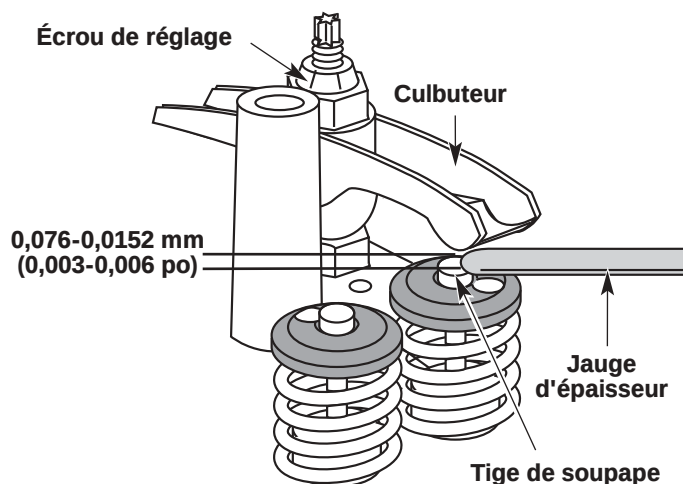

Fig. 55
- a. Tournez l'écrou de réglage à l'aide d'une clé de 8 mm (5/16 po) ou d'un tournevis à embout hexagonal (Fig. 55).